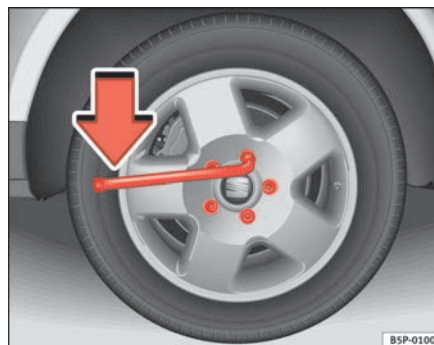

Fig. 175 Cambio de rueda: aflojar los tornillos de rueda
- Agarre la llave por el extremo y gírela aproximadamente una vuelta hacia la **izquierda** ⇒ **fig. 175**.